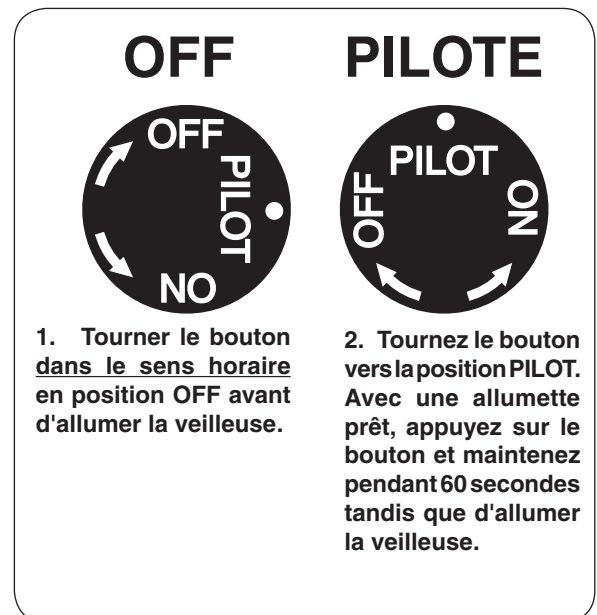

Fig. 26-1 Détail bouton de commande (OFF, PILOTE)
1. Localiser la vanne sur le côté gauche de l'appareil. Appuyer sur le bouton de contrôle du gaz et tourner dans le sens horaire en position **OFF** (Fig. 26-1).
2. Tournez le bouton de réglage dans le sens antihoraire pour **PILOTE** (Fig. 26-1). Appuyez sur le bouton de commande **fermement et pleinement** enfoncée. Mantenga partido largo chimenea o un encendedor cerca del termopar a encender el piloto. Continúe a tenir le bouton de commande pendant environ 60 secondes après que le pilote est allumé, puis relâchez le bouton. Le pilote reste allumé.